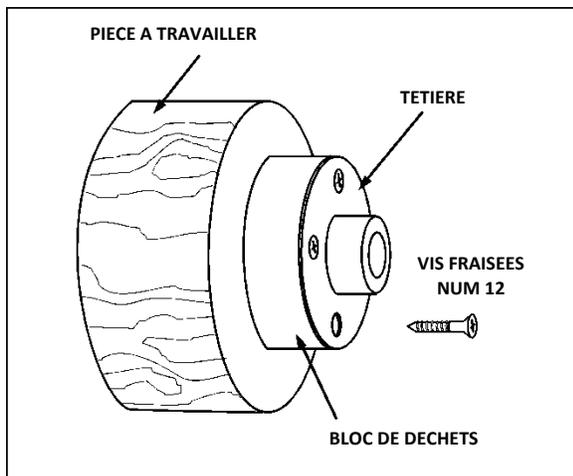

Figure 10-9 : montage de la têtère
5. Fabriquer un bloc du même diamètre que la têtère, Figure 10-9. Le bloc de déchets et la pièce à travailler doivent avoir des surfaces planes pour le collage.